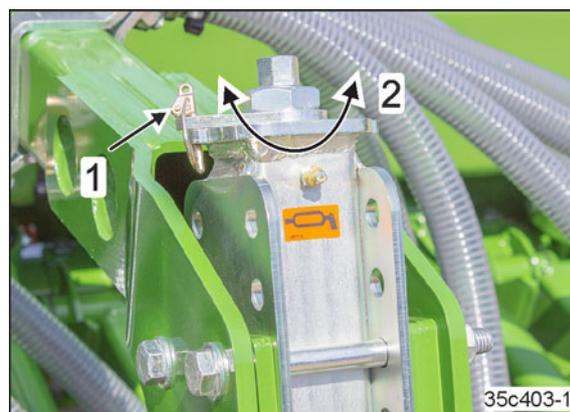

Fig. 185
Le réglage se fait en tournant la broche (Fig. 185/2) de tous les segments de réglage
3. Retirer la goupille d'arrêt (Fig. 185/1)
4. Mettre la broche dans la position souhaitée (Fig. 185/2) et sécuriser avec une goupille d'arrêt